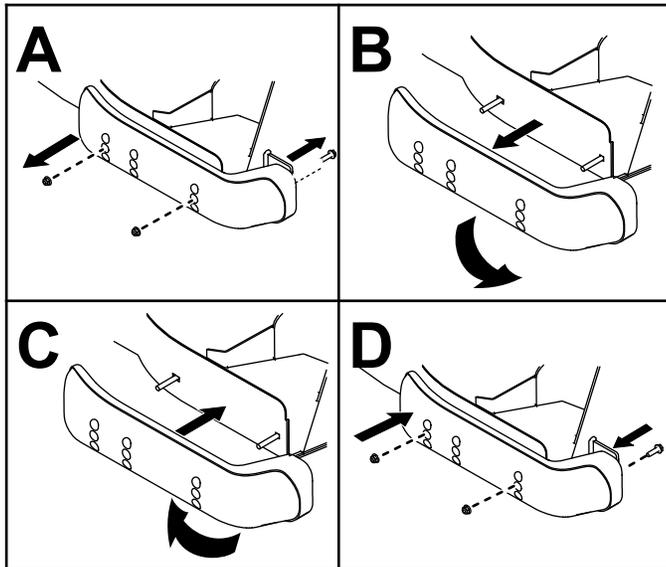

Figure 135
- Déposez les patins sur les côtés du plateau de coupe (Figure 135).
- Intervertissez les patins et fixez-le en place avec les vis retirées précédemment (Figure 135).